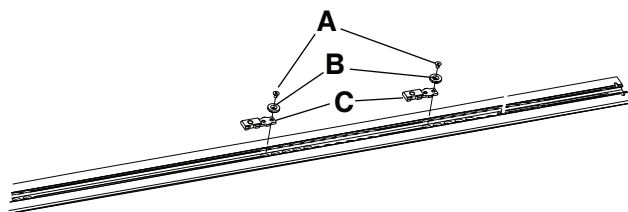

Figure 1 – Insérer le support de fixation de la plaque de plancher
2. Pour le kit de molettes et de supports (6390-041-000), à l'aide d'une clé à 6 pans de 5/32 po, installer une vis à tête plate (0001-194-000) (A) au support d'attache sous l'ancrage (6390-001-110) (B) pour fixer solidement le support d'attache de la plaque de plancher (6390-101-108) (C) (Figure 1).